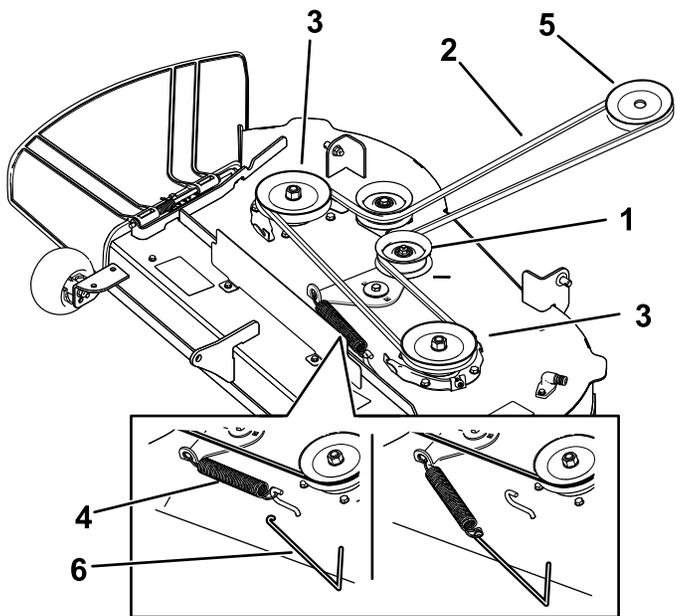
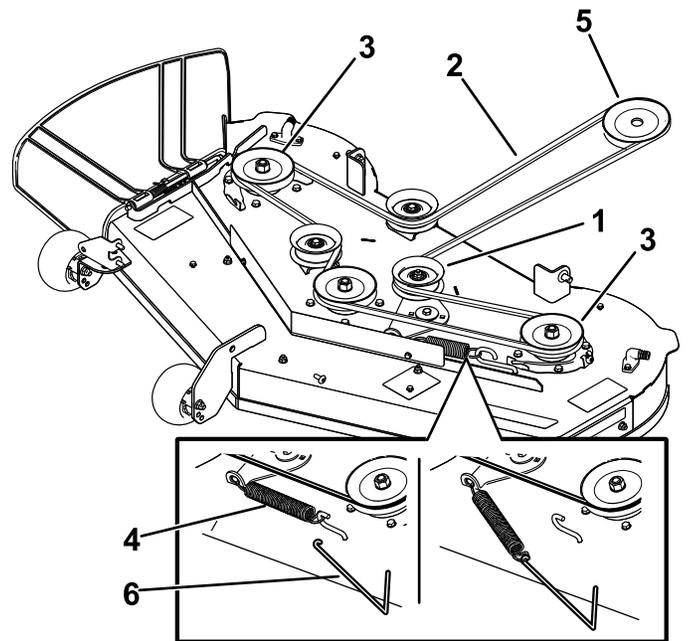

Figure 50
Figure 51
5. À l'aide d'un outil de dépose de ressort (réf. Toro 92-5771), décrochez le ressort du crochet sur le tablier pour détendre la poulie de tension et déchaussez la courroie des poulies (Figure 50 ou Figure 51).
- Acheminez la courroie neuve autour de la poulie du moteur et des poulies du tablier de coupe (Figure 50 ou Figure 51).
- À l'aide d'un outil de dépose de ressort (réf. Toro 92-5771), accrochez le ressort au crochet situé sur le tablier, afin d'exercer une tension sur la poulie de tension et la courroie du tablier de coupe (Figure 50 ou Figure 51).